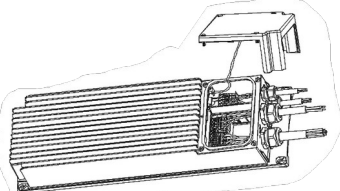

Рисунок 3. Снятие крышки блока питания.
- 5.1.7. Подключение светильника к сети производить через внешний блок питания. Блок питания отдалять от светильника не более 50 метров. Для подключения снять крышку блока питания (см. рисунок 3) и выполнить подключение к клеммам блока питания (см. п.5.6).